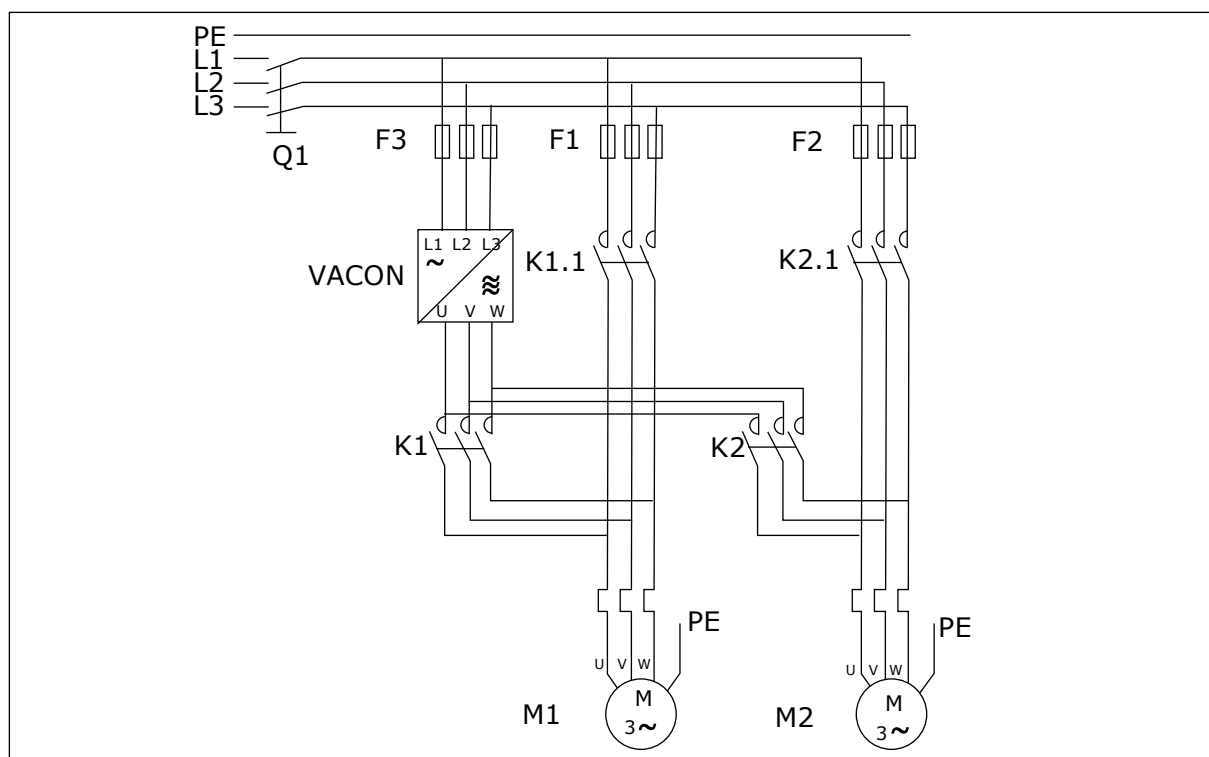
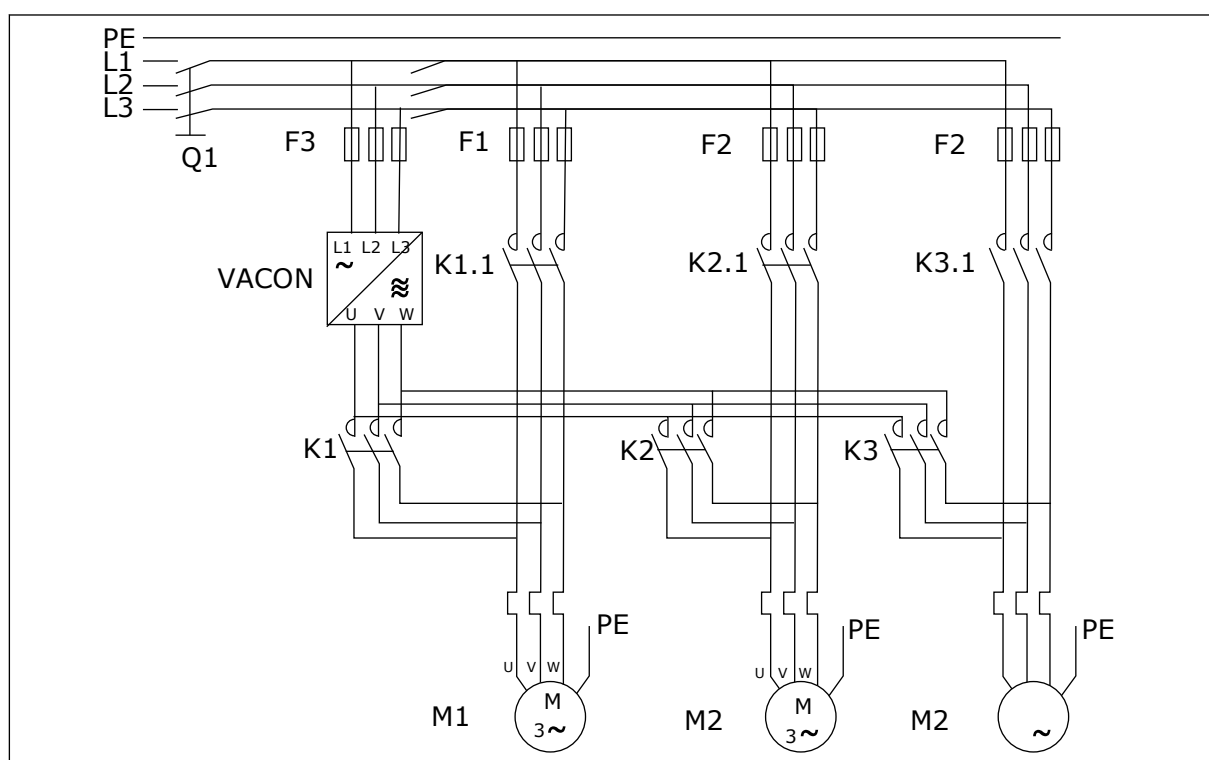

Fig. 98: Exemplo de troca automática com 2 bombas, diagrama principal
Fig. 99: Exemplo de troca automática com 3 bombas, diagrama principal
- Os contadores externos controlados através de saídas de relés do conversor de frequência conectam os conversores ao conversor de frequência ou rede elétrica. Se o motor controlado pelo conversor de frequência estiver incluído na sequência de troca automática, ele sempre será controlado através da saída de relé ativada primeiro. Os outros relés ativados controlam posteriormente os conversores auxiliares (consulte Fig. 98 Exemplo de troca automática com 2 bombas, diagrama principal e Fig. 99 Exemplo de troca automática com 3 bombas, diagrama principal).
A troca automática da ordem de partida e parada será ativada e aplicada somente aos conversores auxiliares ou aos conversores auxiliares e conversor controlado pelo conversor de frequência, dependendo da configuração do parâmetro 2.9.25, seleção Automática. Por padrão, a Troca automática é ativada para 2 conversores. Consulte Fig. 19 Exemplo de conexão e configuração de E/S padrão do aplicativo de controle de bombas e ventiladores (com transmissor de 2 fios) e Fig. 98 Exemplo de troca automática com 2 bombas, diagrama principal.